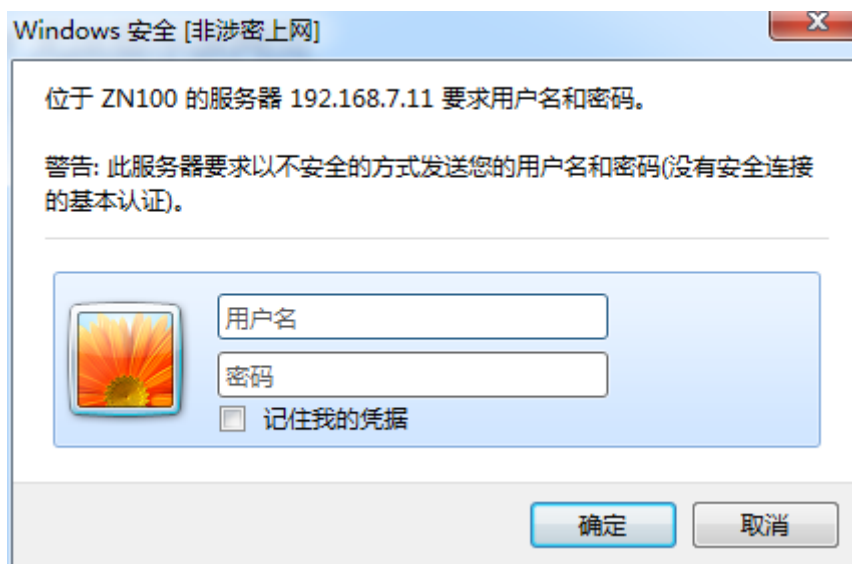

图 8.1 Web 配置登录界面
打开浏览器，在地址栏输入 ZN200 模块 IP 地址①，出现如图 8.1 所示的登录界面（本章截图使用环境为 Windows7，IE8）。